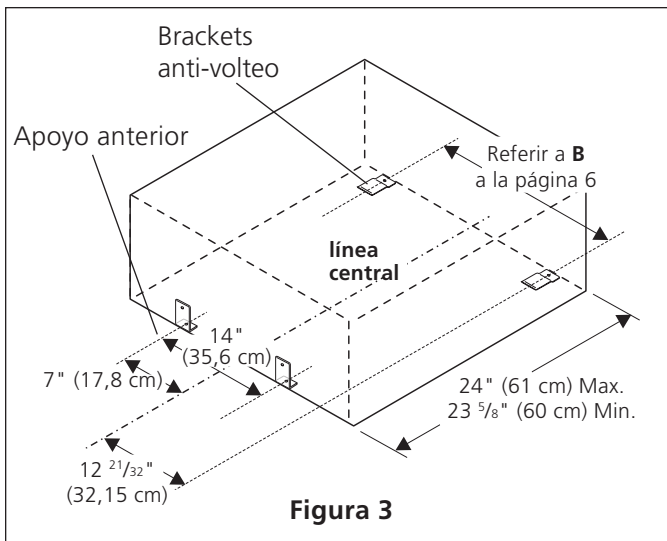

Figura 3
1. Localice los 2 brackets anti-volteo y los 2 apoyos anteriores suministrados como mostrado en la figura 3. Instale los usando los 4 tornillos negros (10-16 X 1 1/4") suministrados.